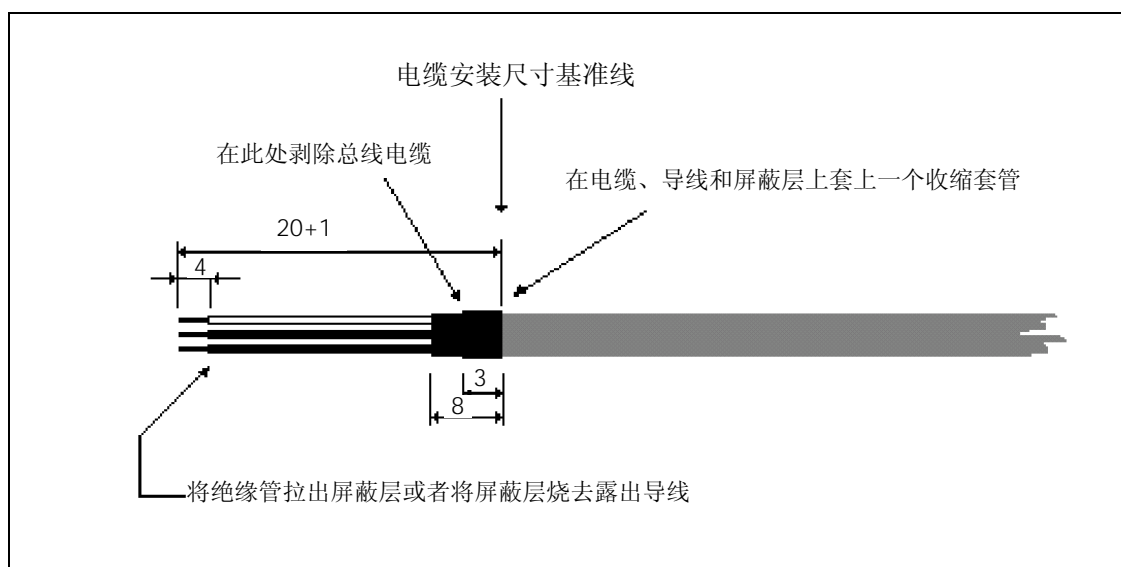

图 36 准备电缆
2. 按照 91 页图 36 所示，从总线电缆上剥去绝缘层。